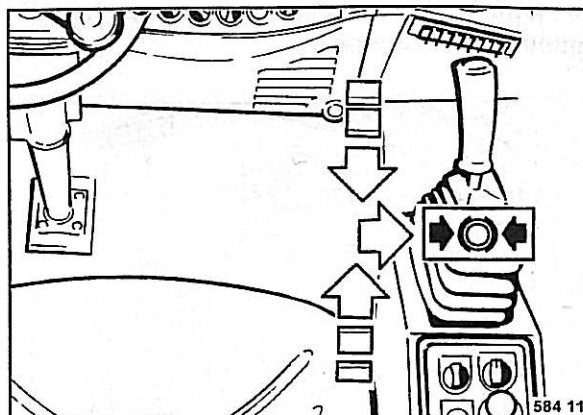

Fig. 47
- Colocar la palanca de marcha (Fig. 47) poco a poco en posición "Neutral" y encajar la palanca de marcha hacia la derecha en posición de frenado.